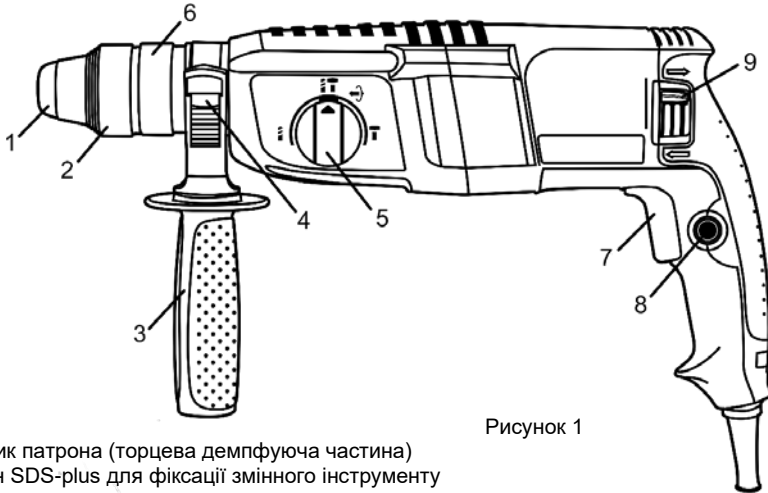

Рисунок 1
4.1 Виберіть необхідний режим роботи виробу за допомогою перемикача (5) (див. рисунок 1, таблицю 2). При необхідності встановлення свердлильного патрона – встановіть його в патрон SDS-plus через адаптер.
4.2 Для включення виробу натисніть на курок вимикача (7) (рис. 1). Для відключення виробу слід курок відпустити.